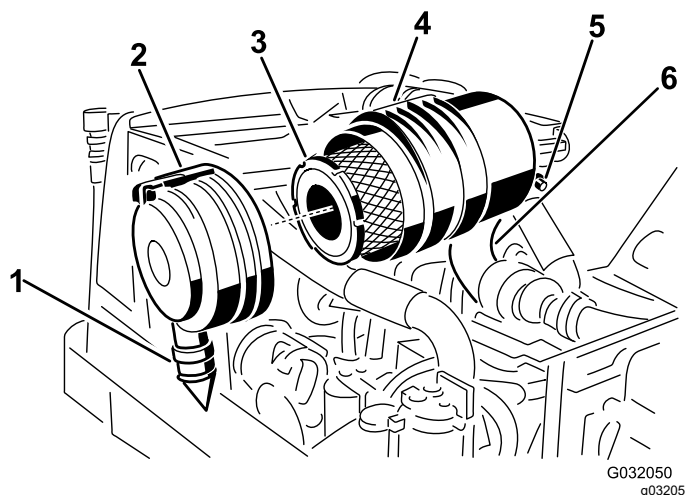

Figura 45
2. Togliete il filtro primario dell'olio (Figura 45).
3. Sostituite il filtro primario dell'olio (Figura 45).
fermo (Figura 45).